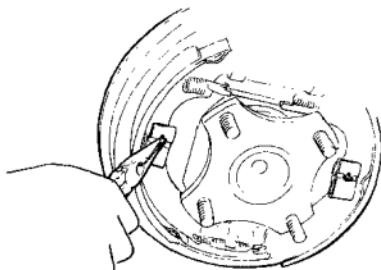

图 13-36
- (11) 将制动钢索与制动摇臂连接起来，安装制动蹄片。安装时注意勿刮破钢索套（图13-36）。